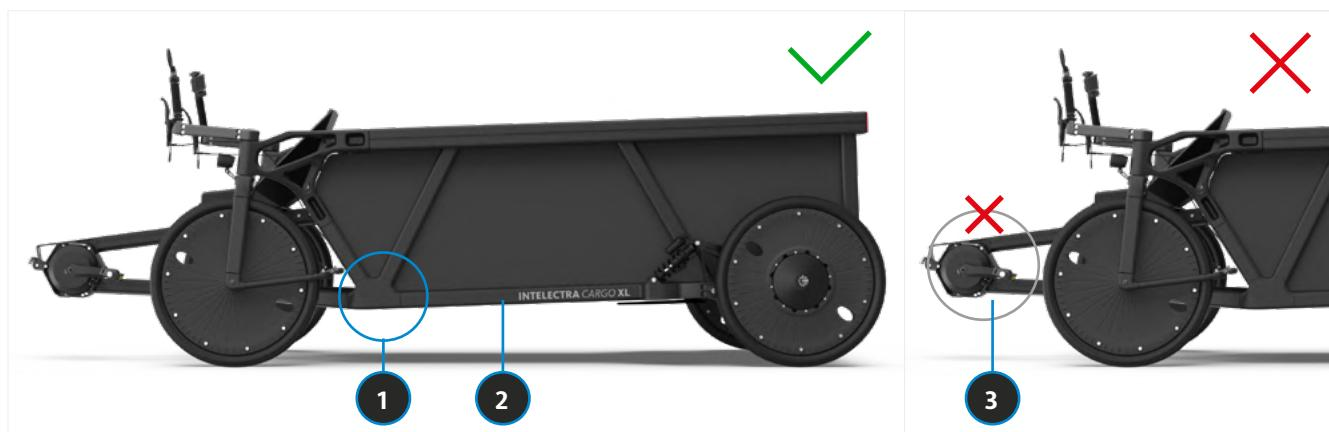

BILD 50 POSITIONIERUNG WAGENHEBER AM
► Das letzten Stück vom Mantel mit dem Reifenheber einhebeln (siehe Bild 50).
- INTELECTRA mit Wagenheber mit passendem Adapter (im Lieferumfang) aufbocken, sodass das Vorderrad frei in der Luft hängt (ca. 5-10 cm). Die empfohlenen Positionen zum Ansetzen des Wagenhebers am Rahmen sind in Bild 50 zu erkennen.